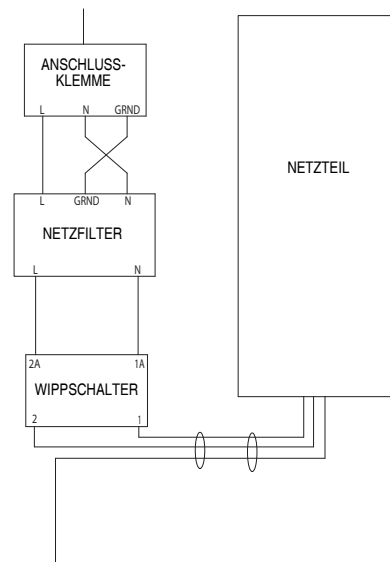

ABB. 10. Elektrischer Schaltplan
2. Das Netzkabel an den Anschlussblock anschließen wie in ABB. 10 abgebildet.